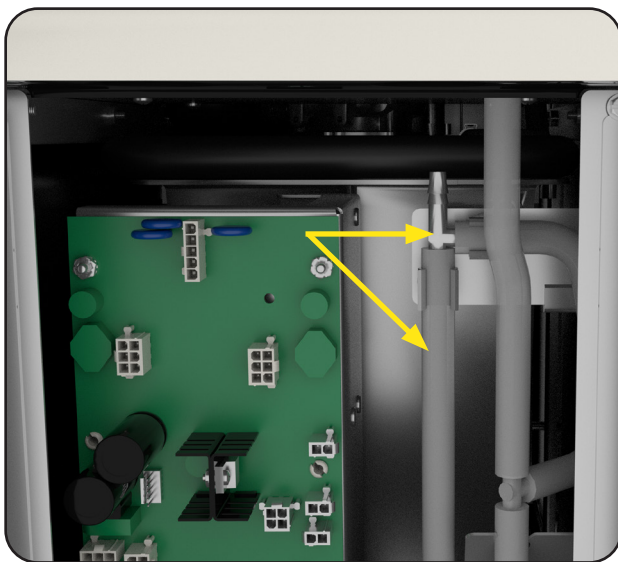

FIG. 3 Tubo del indicador de nivel horizontal
1. Revise el nivel de agua en el indicador de nivel horizontal. Una vez que el agua se estabiliza (nivel) en la conexión "T" del indicador de nivel horizontal, es posible que gotee más agua por el tubo de desbordamiento hacia la bandeja de goteo. El interruptor del compresor puede estar ON (encendido) (Fig. 3).